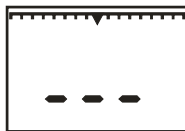

Рисунок 9.1
9.4 Включение газоанализатора осуществляется нажатием кнопки "ВКЛ". После включения газоанализатора должен быть слышен звук работающего микронасоса. При этом на цифровом индикаторе газоанализатора отображается надпись " - - - " и включается постоянный звуковой сигнал (рисунок 9.1). Кнопку "ВКЛ" необходимо удерживать до отключения постоянного звукового сигнала (приблизительно 3 секунды).